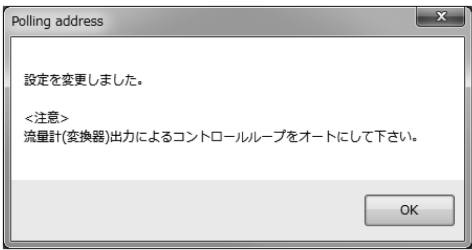

図100
- ④ 設定値が変更されるとメッセージボックス(図100)が表示されますので、「OK」ボタンをクリックすると設定は終了となります。